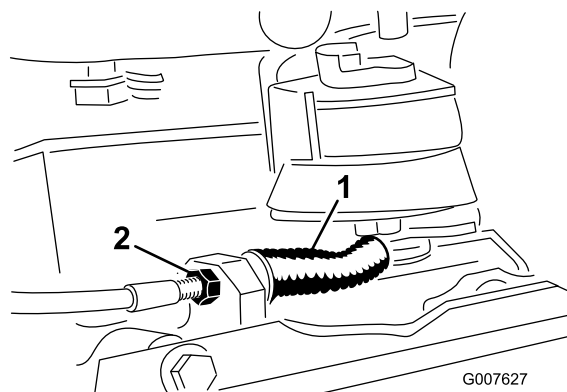

Figura 37
- Para diminuir a tensão do cabo, desaperte a porca frontal do cabo e aperte a porca traseira (Figura 37). Repita os passos 1 e 2 reajuste, se necessário.
- Para aumentar a tensão do cabo, aperte a porca frontal do cabo e desaperte a porca traseira (Figura 37). Repita os passos 1 e 2 reajuste, se necessário.